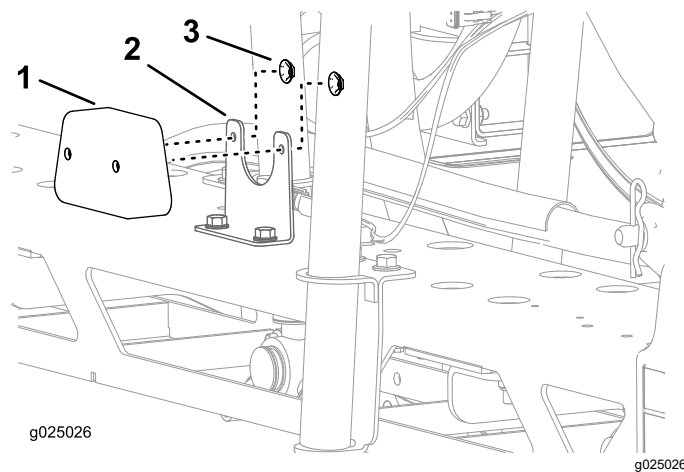

Figura 2
3. Instale el conjunto de luz trasera en el soporte de la luz trasera y sujete el conjunto con las 2 tuercas de acero troquelado, tal y como se muestra en la Figura 2.